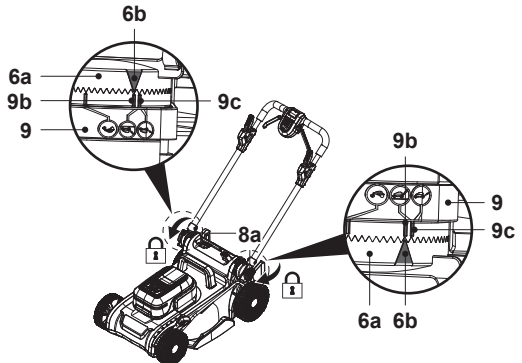

Fig. 2
4. Alinee el triángulo indicador (6b) de la placa del regulador (6a) con uno de los indicadores de altura del manillar (9b/9c) del soporte del manillar (9) y, a continuación, apriete los mandos de bloqueo (8a) (Fig. 2) para asegurar el conjunto del manillar (4, 6).
5. Asegúrese de que las dos barras inferiores del manillar (6) están montadas a la misma altura en ambos lados.
6. Asegúrese de que el cable de control (20) pase por la parte superior de la barra inferior del manillar (6).